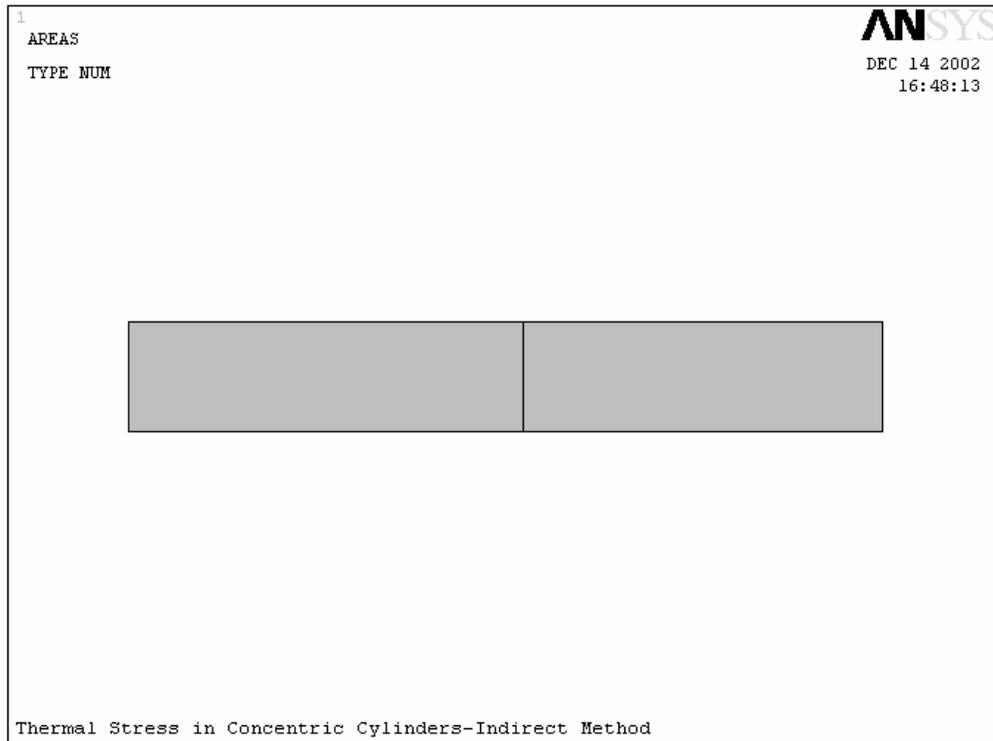

图 12.13 创建的内外管道的轴对称面
3. 在重新弹出的 Create Rectangle by Dimensions (通过尺寸来创建矩形) 对话框中，重复第 2 步的工作，输入四条边的坐标为：X1=10.8、X2=15.6、Y1=0、Y2=1.5，单击 **OK** 按钮，在图形窗口将显示创建的第二个矩形，图 12.13 为创建的两个矩形面。